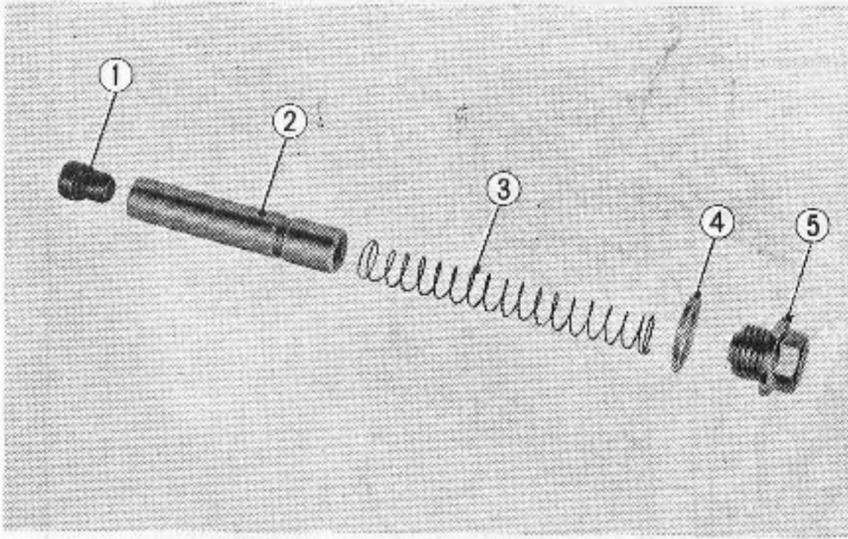

Abb. 3.54 Einzelteile des Kettenspanners
- (3) Kettenspanner ausbauen. (Abb. 3.54)
Den Kettenspanner in die linke Kurbelwelle einbauen und anschließend die Funktion prüfen. (Abb. 3.54)